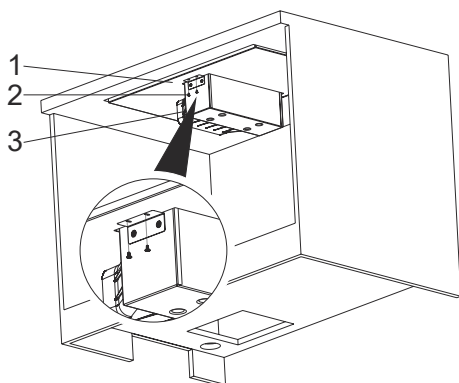

Fig. 11
4. ➔ Placera behållaren i hålet i mitten av spishällen. Fäst den sedan på spishällen med 3,5 x 9,5 skruvar (Fig. 11).